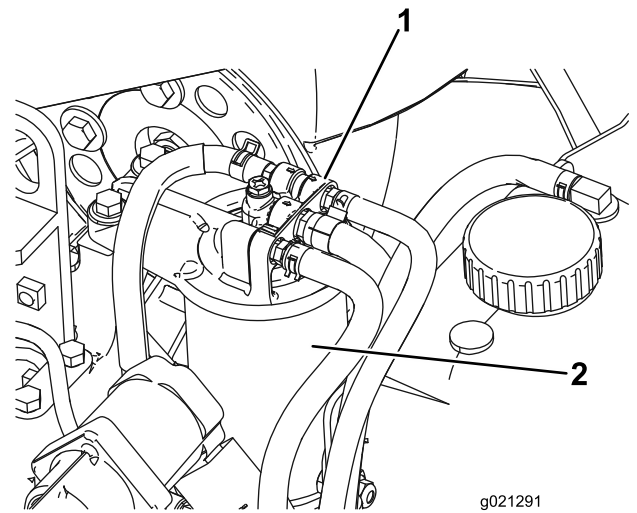

図 95
2. 燃料フィルタのヘッドの周囲をきれいに拭く(図 95)。
3. フィルタを外してフィルタヘッドの取り付け部をきれいに拭く(図 95)。